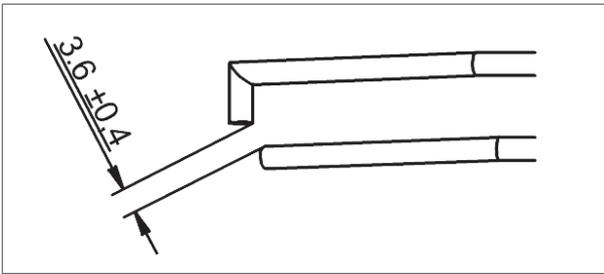

Figure 25 - Écart entre les deux électrodes
- b. L'écart entre les deux électrodes doit être égale à $3,6 (\pm 0,4)$ mm (figure 25).